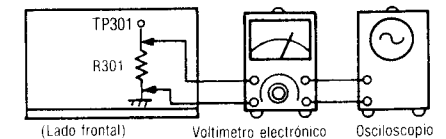

Fig. 9
- La conexión del equipo de prueba se muestra en la Fig. 9.